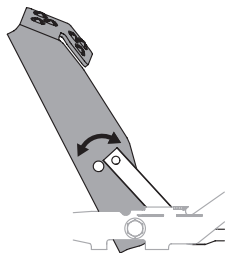

Figura 38
3. Coloque el pedal en la posición óptima según la preferencia del operador (Figura 38).